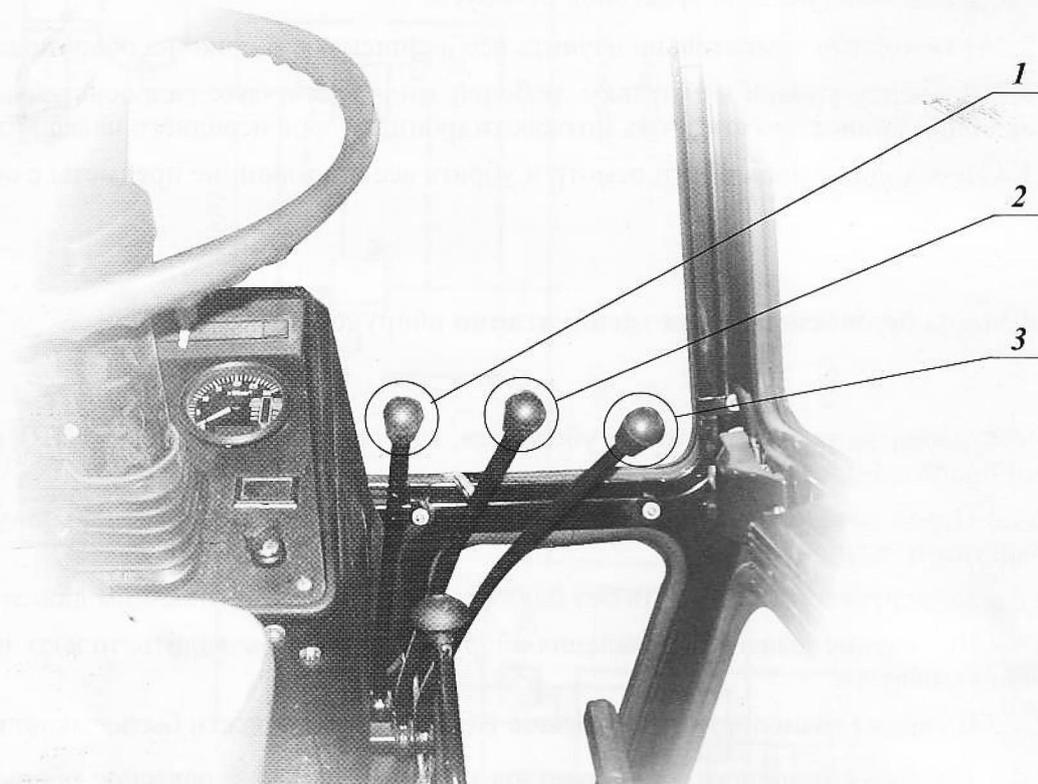

Рис. 8
2.5.1 Управление передвижением переднего и заднего навесного оборудования производится распределителем гидросистемы базового трактора (Рис.8).